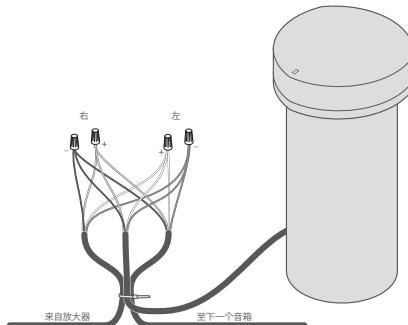

图 8
- 与卫星扬声器安装一样，制作一个长约 10 英寸（25 厘米）的环，从线轴侧拉动线缆。为每个扬声器多留 14-16 英寸（约 35-40 厘米）的线缆，这样当沟槽中的土覆盖线缆时，线缆就不会扭结或拉紧。用扎带将线环固定到位并消除应力（见图 8）。